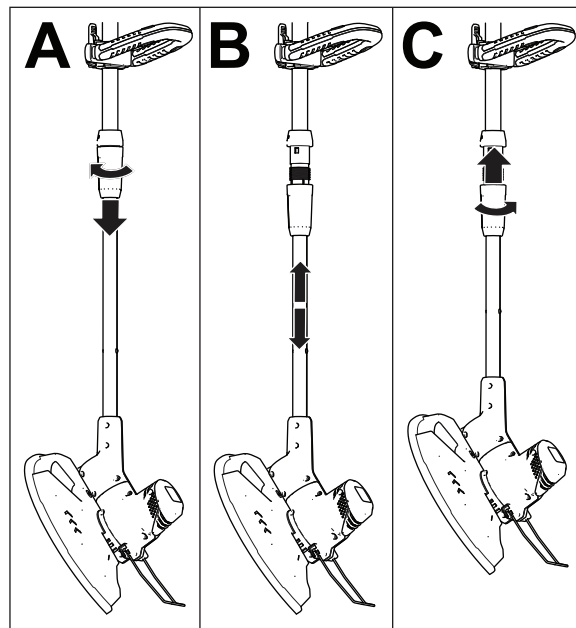

Figura 13
1. Allentate il connettore dell'albero inferiore (A di Figura 13).
2. Fate scorrere l'albero telescopico alla posizione che desiderate (B di Figura 13).
3. Serrate il connettore dell'impugnatura per fissare l'impugnatura (C di Figura 13).